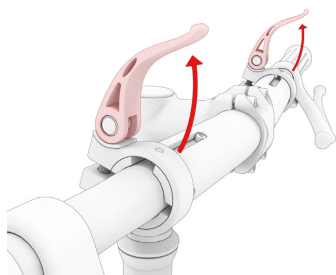

Fig. 2.10
- ⑧ Abra las dos liberaciones rápidas del tubo principal del manillar (Fig. 2.10).